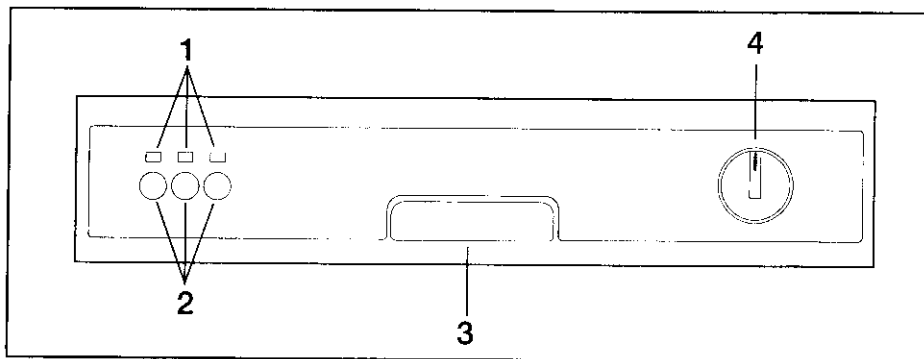

Fig. 18
A) Tourner le programmeur (Fig. 18) (dans le sens de aiguilles d'une montre) pour emener le n. du programme choisi en regard du repere du tableau de commandes.
B) Presser la touche marche/arrêt (Fig. 18), le voyant de contrôle de mise sous tension s'allume et la machine effectue automatiquement le programme affiché. A la fin du programme, votre vaisselle est sèche et prête à un nouvel emploi.
A la fin du cycle de lavage, le lave vaisselle s'arrête automatiquement et le voyant de mise sous tension (fig. 18) reste allumé. Pour l'éteindre enfoncer la touche (fig. 18). Pour l'ouvrir, couper l'alimentation en enfonçant la touche marche/arrêt (fig. 18).
DESCRIPTION DU TABLEAU DE COMMANDES (fig. 18)